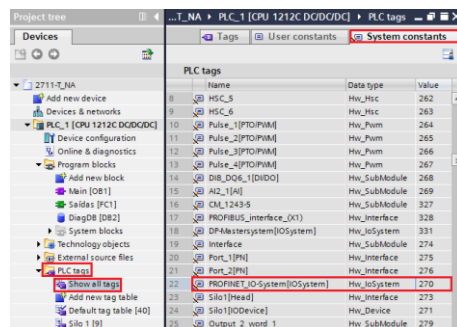

Figura 124 – Constantes do sistema do CLP
*Para localizar qual o valor da variável “LADDR” (HW_IOSYSTEM) selecione “PLC tags → Show all tags → System constants” conforme Figura 124;